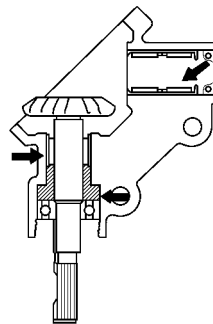

图 16-90 向转向机壳注入二硫化钼锂基润滑脂
- 1) 按图 16-90 所示，向转向机壳注入二硫化钼锂基润滑脂，然后将 2 号锥齿轮插入机壳内。